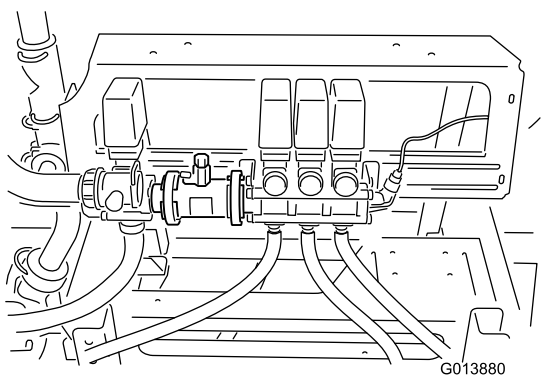

図 7
F. ブームバルブ・アセンブリを、注意深く元の位置に戻すフローメータのボディと面一になるように図 7。